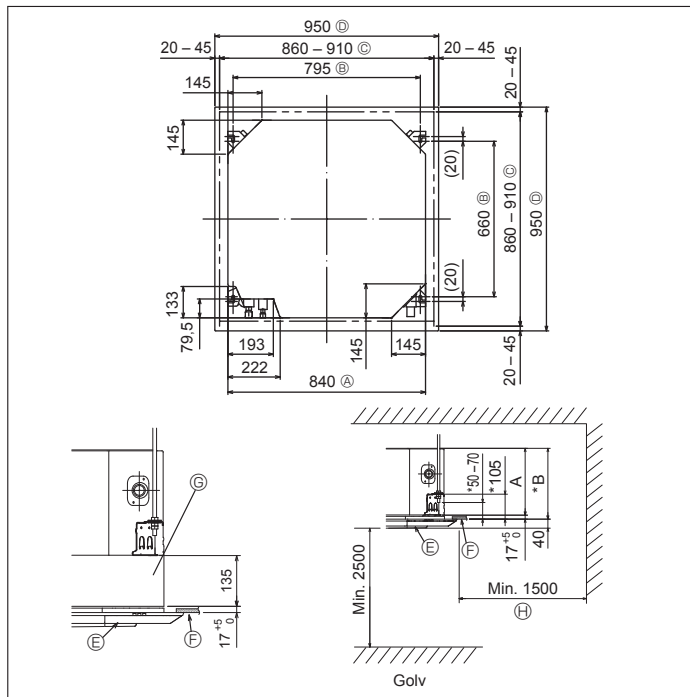

Fig. 3-2
3.2. Taköppning och installationsplatser för upphängningsbultar (Fig. 3-2)
* Måtten på taköppningen kan regleras inom området visat i Fig. 3-2; så centrera huvudenheten mot taköppningen och försäkra att respektive motsatta sidor på alla sidor om spelrummet mellan dem blir identiska.